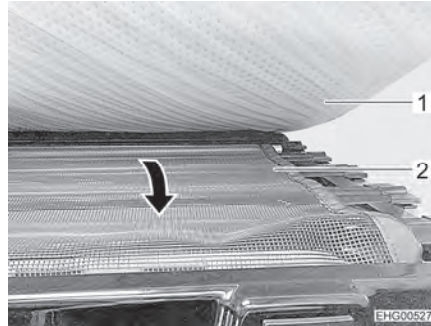

Bild 60 Sicherungsnetz
- Sicherungsnetz (Bild 60,2) unter der Matratze (Bild 60,1) herausziehen und über die Einstiegsöffnung spannen.